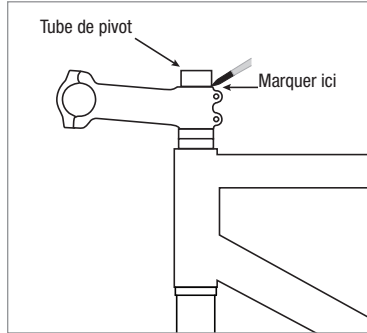

Figure 4
- Utilisez un marqueur en feutre fin pour marquer le tube de pivot le long du bord supérieur de la potence (Fig. 4).